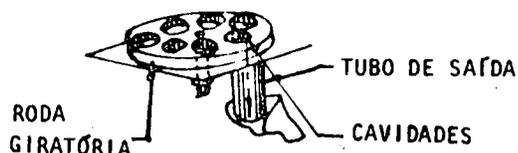

Fig. 2
*De roda alimentadora horizontal (fig. 2)*